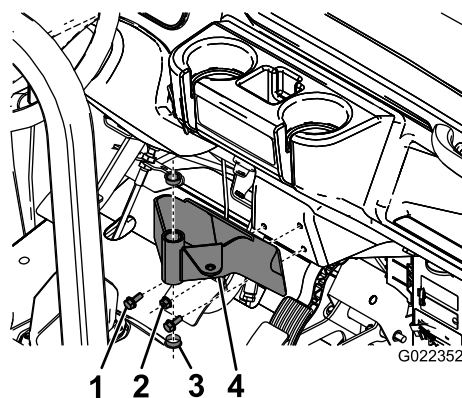

Figura 6
2. Inserite due boccole di plastica nella staffa di montaggio (Figura 6).
1. Montate la staffa di montaggio del quadro sul cruscotto del Workman (o sul pezzo di connessione) utilizzando 3 bulloni e 3 dadi flangiati, come illustrato in Figura 6.